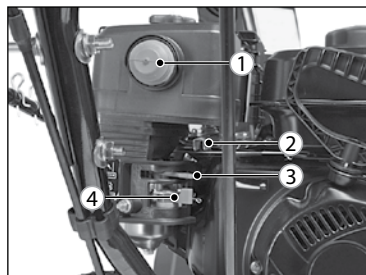

Рис. 23
7. Переведите рычаг топливного крана 4 в положение «Открыто» (крайнее правое положение) (рис. 23).
8. Если двигатель холодный, переведите рычаг воздушной заслонки 3 (рис. 23) в положение «Закрыто» (крайнее левое положение). При запуске прогретого двигателя переведите заслонку в положение «Открыто».
9. Передвиньте рычаг регулировки оборотов двигателя 2 в среднее положение (рис. 23).
11. Если двигатель холодный, для заполнения карбюратора топливом нажмите три раза на кнопку праймера 1 (рис. 23).
13. При низкой температуре окружающего воздуха (ниже  $-10^{\circ}\text{C}$ ) перед каждой попыткой запуска может понадобиться 1-2 дополнительных нажатия на кнопку насоса подкачки топлива (праймер 1 на рис. 23).
15. После запуска двигателя дайте ему прогреться в течение 1-2 минут и переведите рычаг воздушной заслонки 3 в положение «Открыто» (рис. 23).
16. Когда частота вращения вала двигателя стабилизируется, переведите рычаг регулировки частоты 2 в положение  (рис. 23).
2. Переведите рычаг регулировки частоты вращения вала двигателя 2 в положение  (рис. 23).
5. Переведите рычаг топливного крана 4 в положение «Закрыто» (крайнее левое положение) (рис. 23).